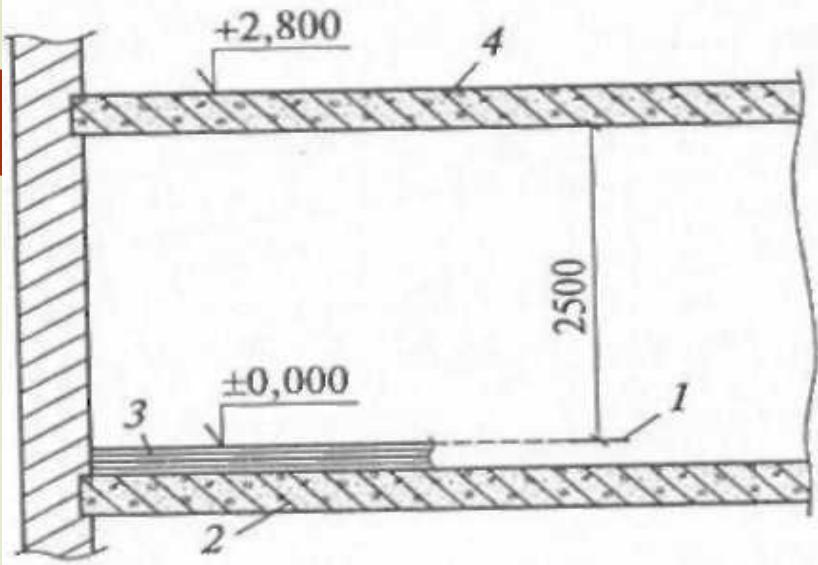

Рис. 3.7. Вынесение отметки чистого пола:
- Уровень чистого пола — это верхний уровень покрытия пола, подвергаемый эксплуатационным воздействиям. Уровень чистого пола определяется по проекту отметкой высоты помещения от перекрытия (потолка) до нижней части стены (рис. 3.7).